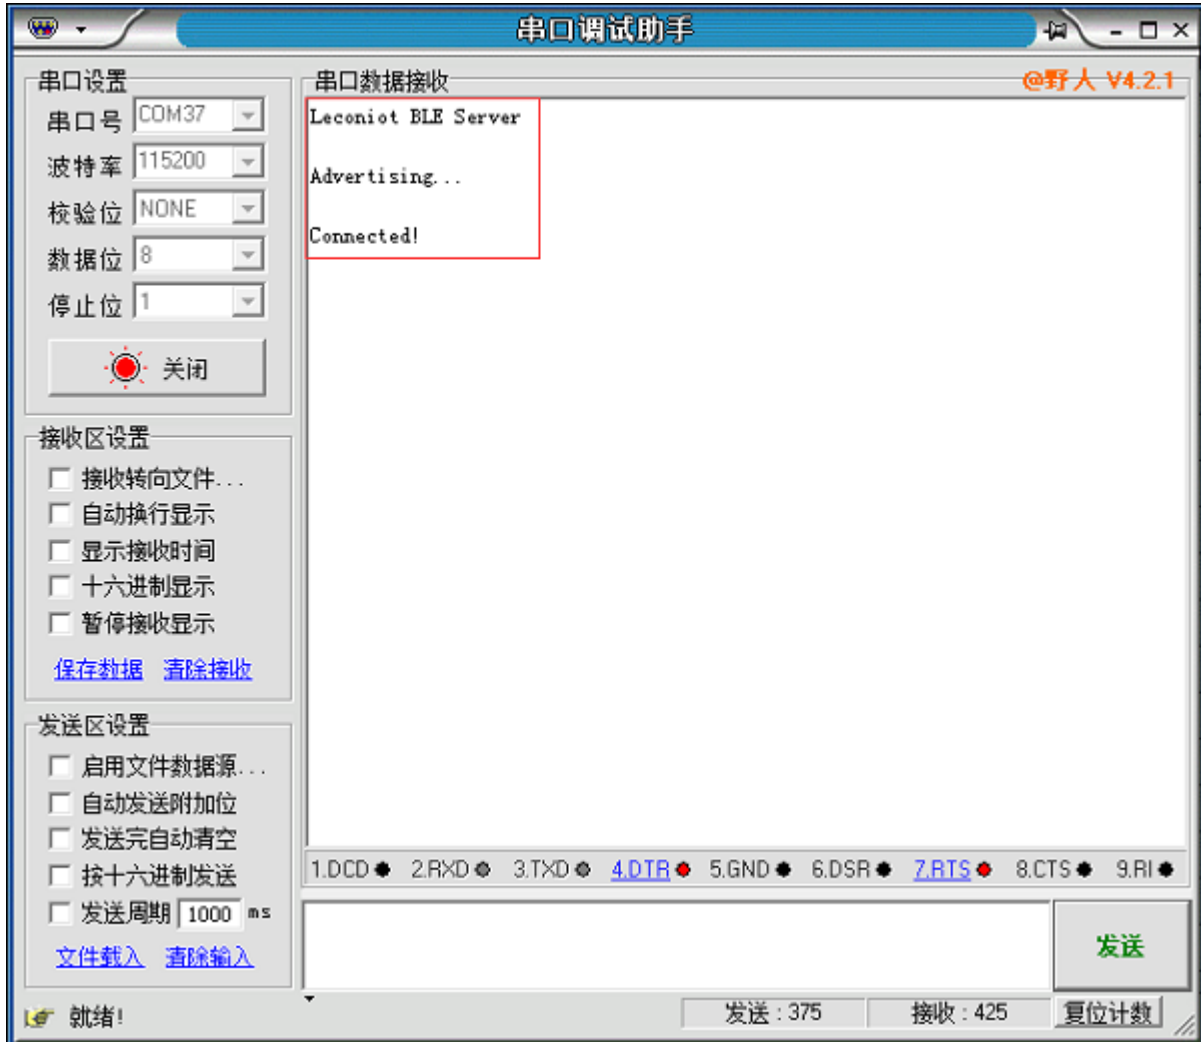

图 18 服务端打印信息
- 步骤 4：按下两块 CC13X0/CC26X0 Evaluation Board 上的复位按键，这时你可以看见串口调试工具上打印出透传模块的名字与广播状态，这时透传模块客户端会自动和服务端连上。如图 18,19 所示：